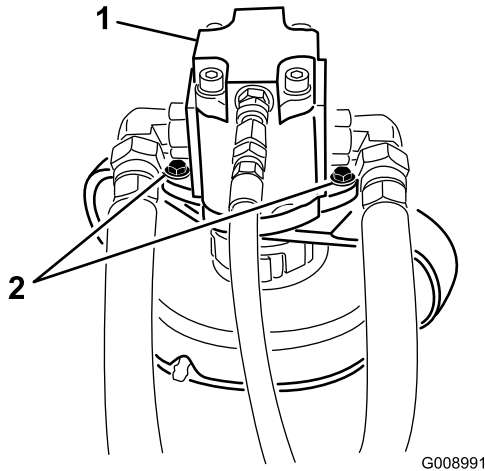

Bild 77
- Entfernen Sie die Schrauben, mit denen der Hydraulikmotor am Mähwerk befestigt ist (Bild 77). Heben Sie den Motor vom Mähwerk ab und legen ihn auf die Oberseite des Mähwerks.